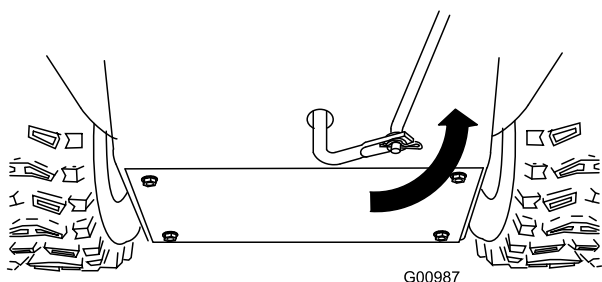

Figure 13
- 5. Tournez le bras de liaison inférieur complètement vers le haut (sens anti-horaire) (Figure 13).